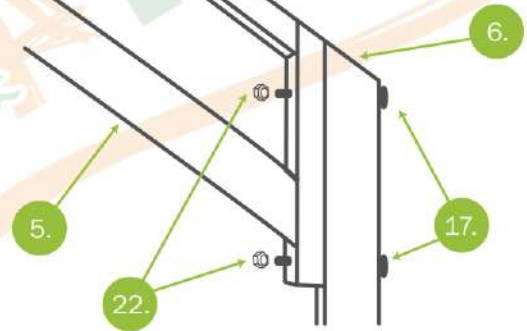

Рис. 14
3. Соберите дуги со стойками (см. рис. 14) с помощью болтов и гаек. Прикрутите ножки к стойкам, аналогично, как и к торцу (рис. 13).